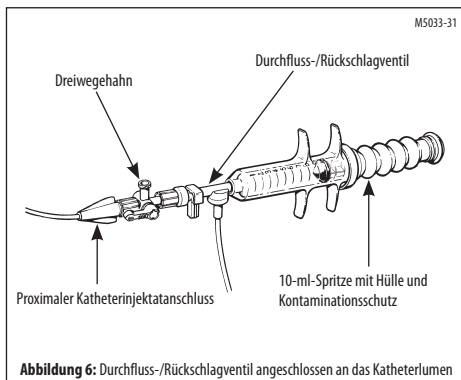

Abbildung 6: Durchfluss-/Rückschlagventil angeschlossen an das Katheterlumen
1. Darauf achten, dass sich in der Flüssigkeitsleitung keine Luft befindet. Das Durchfluss-/Rückschlagventil am Katheterinjektat-Lumenabsperrhahn befestigen (siehe Abb. 6).